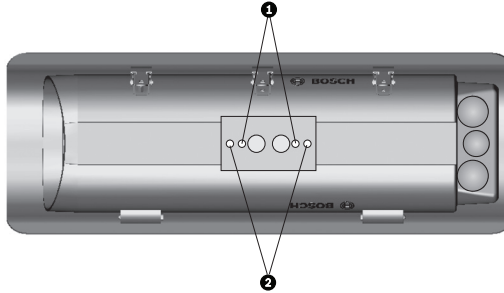

Figura 5.6 Localización de los orificios para el cableado de alimentación directa.
1. Antes de montar la cámara, retire los dos tapones situados dentro de la carcasa. Consulte la *Figura 5.6*.